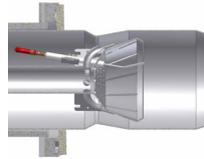

Fig. 14 - Posición "toda hacia adelante"
El quemador se regula en la fábrica con la cabeza de en posición de máxima potencia "MAX". La calibración de máxima potencia corresponde a la posición "toda hacia adelante" (Fig. 14) de la cabeza de combustión para los quemadores de tipo estándar y, en posición "toda hacia atrás" (Fig. 15) para los quemadores de baja emisión de NOx (Fig. 15). La posición "toda hacia adelante" de la
- 9 La **regulación del aire** comburente se efectúa mediante el servomando. La rotación del servomando debe ser siempre igual a 90° (ver el capítulo siguiente) con cualquier calibración de llama alta y baja. La apertura del registro de aire se regula mediante la excéntrica con ojete de Fig. 14. Para regular el caudal de aire aflojar la tuerca **RA** (Fig. 14) y mover la palanca **VRA** a lo largo del ojete como se indica, para aumentar o disminuir el caudal de aire, hasta obtener el caudal requerido, bloquear luego la tuerca **RA** en la posición correspondiente.en **llama alta** y con el servomando en posición de 90°, localizar el tornillo **V** del sector variable **SV** (véase siguiente figura), correspondiente a los cojinetes que se desplazan sobre la lámina, relativos a la posición del ser-vomando;